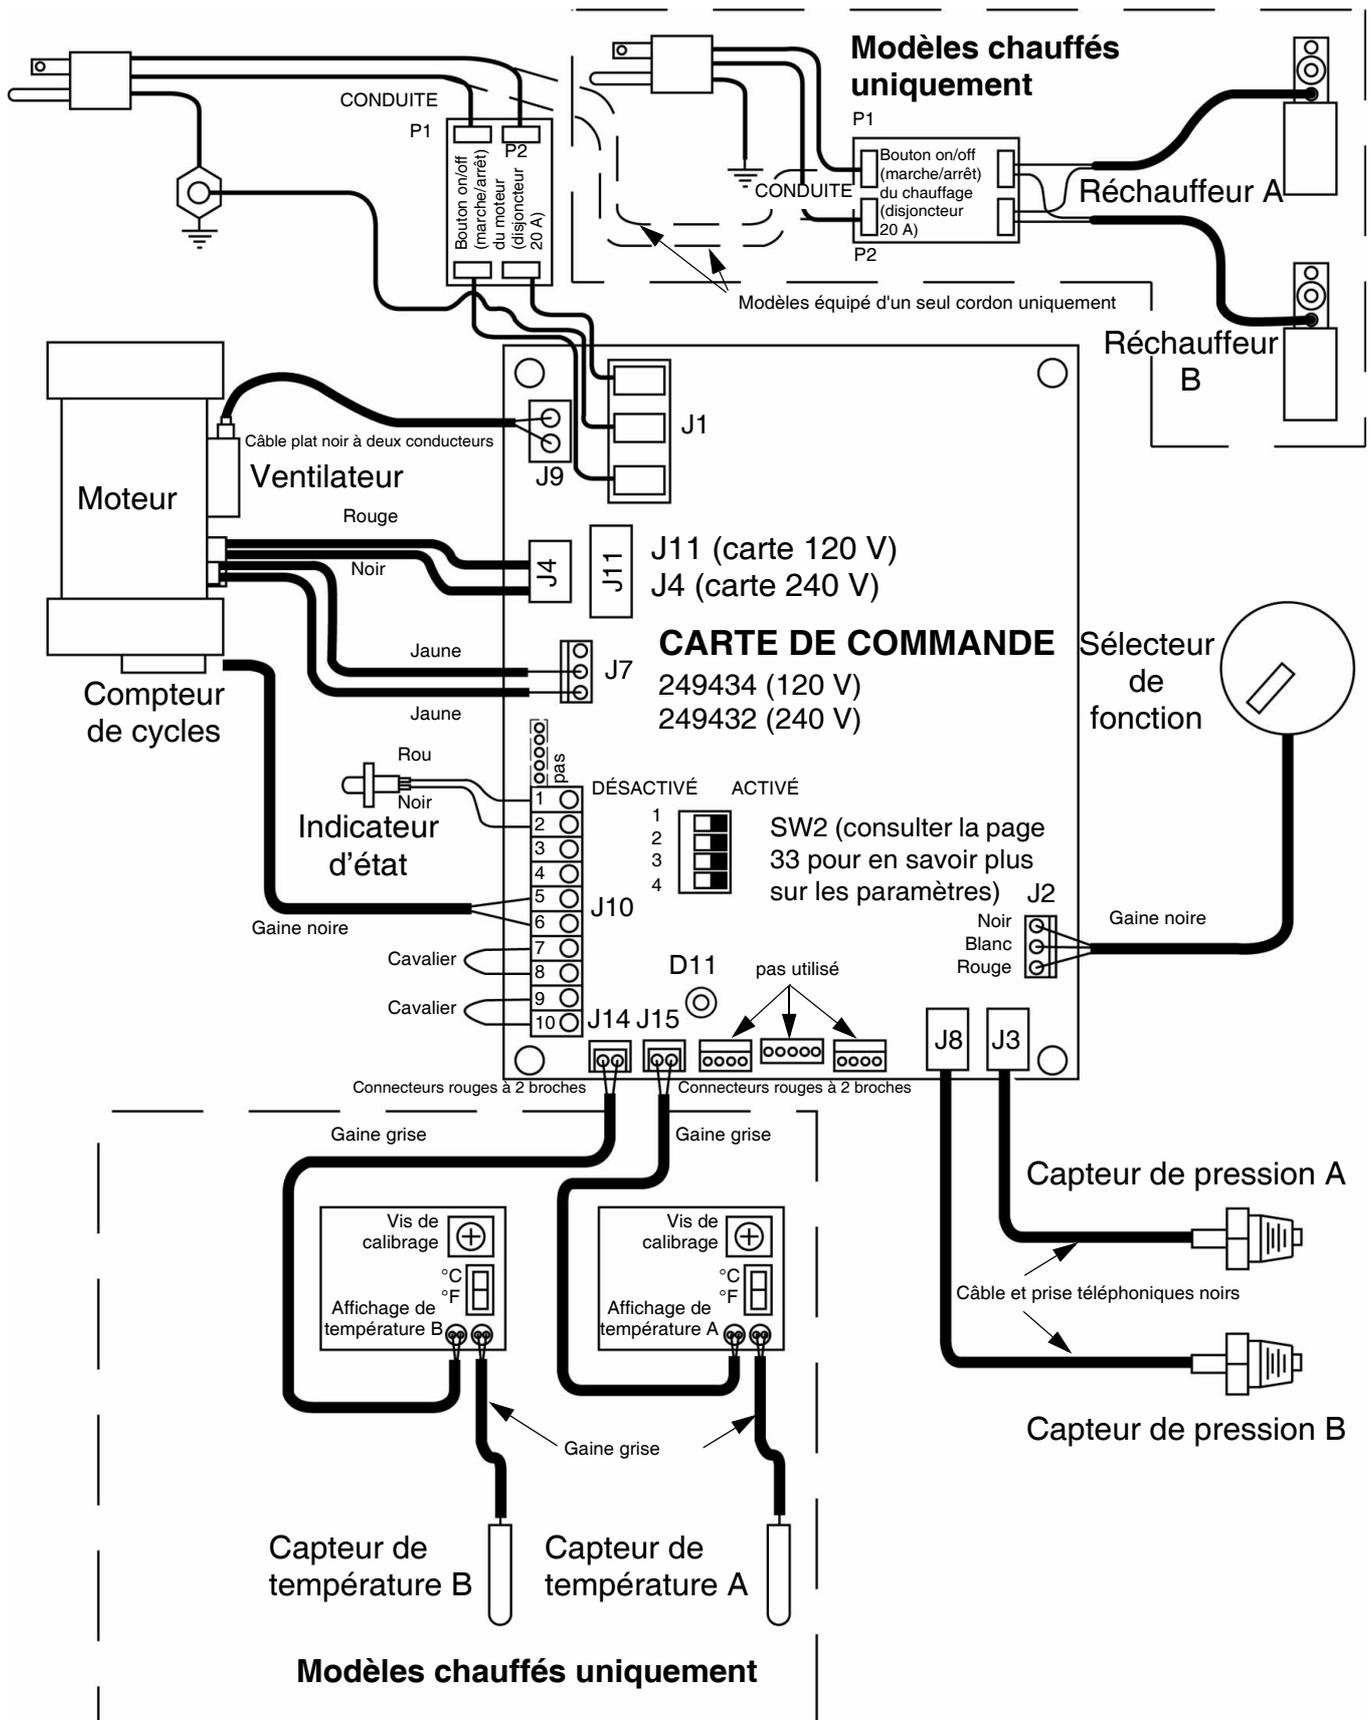

FIG. 12. Branchements des câbles du module de régulation.
- Retirez le couvercle d'accès (39) de l'arrière du module de commandes.
- Débranchez les câbles du potentiomètre de la borne J2 de la carte de commandes (406). Voir FIG. 12.
- Retirez l'écrou (N, élément de 404) et le plateau de ressort (415).
- Installez le potentiomètre neuf (404) en suivant l'ordre inverse. Positionnez le potentiomètre de manière à ce que la fente (S) soit horizontale. Positionnez le bouton (416) de sorte que le repère (P) soit en haut. Installez le bouton sur l'axe en veillant à ce que la broche du bouton pénètre dans la fente (S). Poussez le bouton sur l'axe contre le ressort de compression avant de serrer les vis sans tête (416a).
- Rebrancher les câbles du potentiomètre sur l'élément J2 comme illustré dans la FIG. 12.
Il y a une DEL rouge (D11) sur la carte de commandes. L'alimentation électrique doit être branchée pour cette vérification. Consulter la FIG. 12 pour en connaître l'emplacement. Fonction :
Tableau 6: Connecteurs de la carte de commande (consulter la FIG. 12)
2. Retirez le couvercle d'accès (39) à l'arrière du module de commandes pour permettre l'accès à la carte de commandes (406).
3. Débrancher les câbles du capteur des bornes J3 et J8 de la carte, consulter la FIG. 12, page 48. Inverser les raccords A et B et vérifier si le code d'état correspond à un transducteur défectueux, page 33.
8. Brancher le câble du transducteur sur la carte, consulter la FIG. 12, page 48.
Si le moteur n'est pas bloqué par les pompes, il peut être testé à l'aide d'une pile de 9 V. Ouvrir les vannes de recirculation, débrancher les éléments J4 ou J11 de la carte de commande, consulter la FIG. 12, page 48. Mettez les cavaliers entre la pile et les branchements moteur en contact. Le moteur doit tourner doucement et sans à-coups.
- a. Repérer la carte de commande qui se trouve à l'arrière du module de commande, consulter la FIG. 12, page 48.
1. Débranchez le câble (37) du ventilateur (202). Mettez le moteur sous tension, testez la tension au niveau du connecteur du câble (120 V ou 240 V).
2. *Si la tension est correcte*, le ventilateur est défectueux. Retirez les vis fixant le ventilateur sur le bouclier (206). Installez le nouveau ventilateur en suivant l'ordre inverse.
3. *Si la tension n'est pas correcte*, vérifier le branchement du câble de ventilateur au niveau de l'élément J9 de la carte de commande, consulter la FIG. 12, page 48.